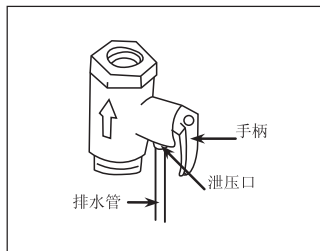

图 7
- ◆ 将随机所配的内径为 8mm 的塑料排水管一端套在泄压口上，另一端接到地漏，如图 7 所示。注意排水管应安装在无霜的环境下，保持向下倾斜安装，任何时候都不能堵塞，出口应保持与大气相通。